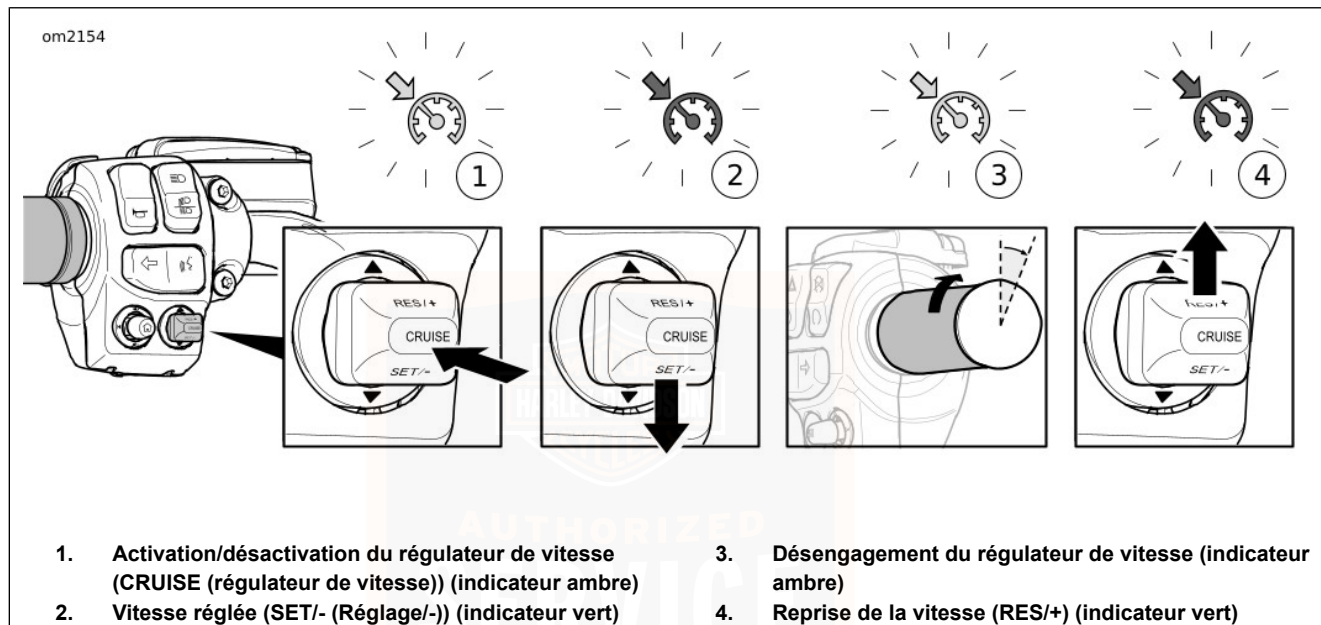

Figure 25. Régulateur de vitesse (classique)
Voir Figure 25 . Appuyer sur le commutateur CRUISE (régulateur de vitesse) pour activer le régulateur de vitesse (1). Lorsque le régulateur de vitesse est activé, son icône sur la face de l'indicateur de vitesse s'allume en orange.
Voir Figure 25 . Lorsque la moto atteint la vitesse prévue, appuyer sur le commutateur SET/- pour régler la vitesse de croisière (2). L'icône de régulateur de vitesse passe de l'orange au vert.
Voir Figure 25 . Pour cesser de circuler à la vitesse constante réglée, passer le papillon en position fermée par le biais du commutateur de désengagement (3).
Voir Figure 25 . Si le régulateur de vitesse a été désengagé, mais que l'indicateur du régulateur de vitesse est orange,